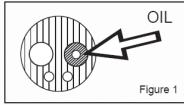
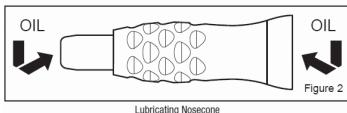

Figure 1
Figure 2
4. After sterilizing, place two drops of handpiece oil into the motor air tube (Fig. 1) and 1-2 drops of oil into both ends of the nosecone (Fig. 2). To properly disperse the oil, run the motor for several seconds.
4. Une fois stérilisé, placez deux gouttes d'huile pour pièce à main dans le tube d'air du moteur (Fig. 1) et une ou deux gouttes d'huile aux deux extrémités du manche (Fig. 2). Pour bien disperser l'huile, actionnez le moteur pendant plusieurs secondes.